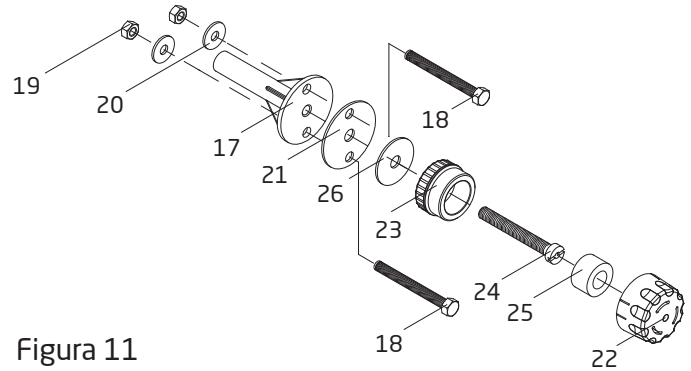

Figura 11
D. Instalar el anillo de la manguera (*parte #25*) y encajar la parte superior del regulador de aire (*parte #22*) en su lugar. Ver Figura 11 para el ensamble del regulador de aire.